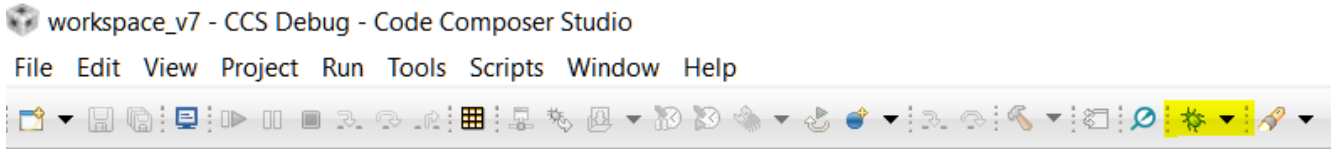

图 9-4. Code Composer *Debug* 按钮
- 修改 CCS On Connect 操作**：有两种方法可以从 CCS 启动调试会话。一种方法是右键点击上一步中所需的目标配置，然后选择 *Launch Selected Configuration*。完成此操作后，可以通过右键点击 CPU 内核并选择“Connect Target”来连接目标 CPU。另一种方法是使用“Debug”按钮 (图 9-4)，使用该按钮时不仅会启动配置，而且还会建立连接，将目标程序文件加载到存储器中，并执行到 *main*。这些设置可以修改，但这是默认操作。可以通过以下方式修改默认操作：右键点击使用的 .ccxml 文件或从 *Debug* 按钮旁边的箭头下拉菜单中选择 *Debug Options*，并更改“Target”子菜单中的自动运行和启动选项。在本文档的故障排除阶段，建议使用以前的 *Connect Target* 方法。这有助于查明并非纯粹与 JTAG 相关、而是由代码执行或其他系统交互引起的任何问题。验证系统在启动和连接目标时保持稳定后，使用“Debug”按钮来处理这些步骤。